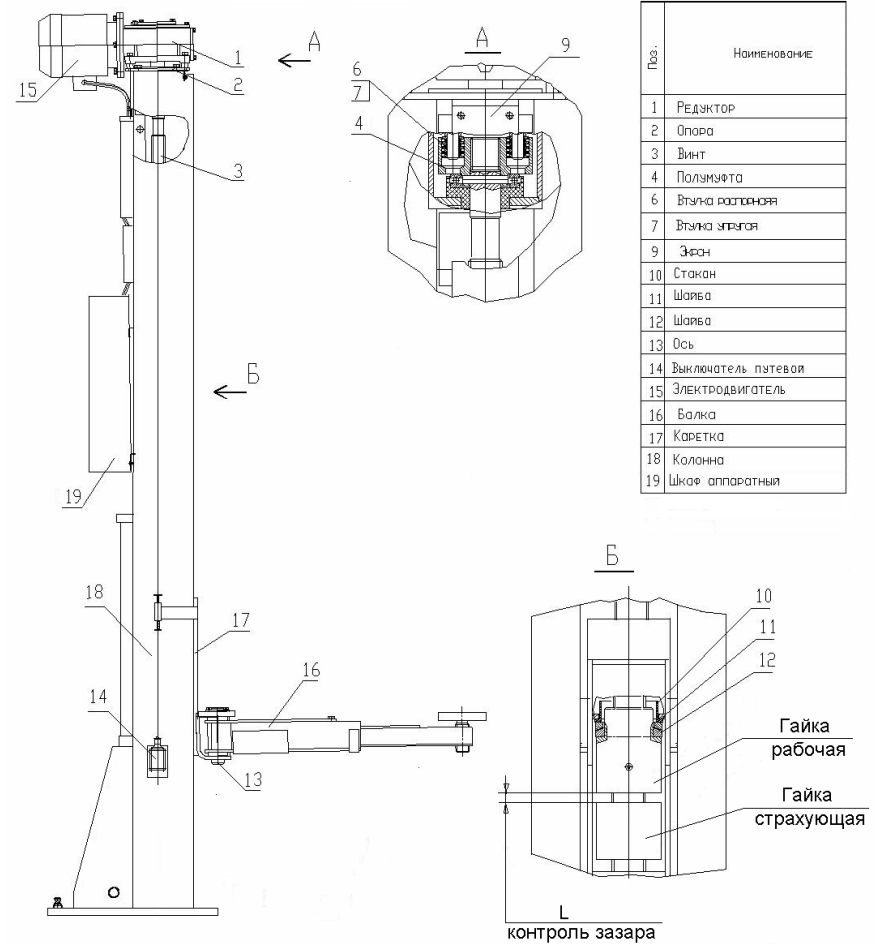

Рис. 3. Стойка подъемника ПЛД-5, ПЛД-5-01
4.3. Основные узлы и детали, входящие в состав стоек, приведены на Рис.3.